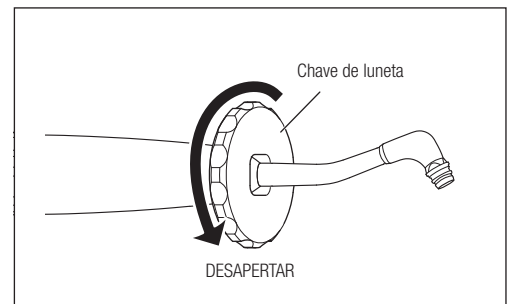

Fig. 39
- 1) Passe a chave de luneta fornecida a partir da extremidade do bico, desaperte o bico e retire o bico da peça de mão (Fig. 39).